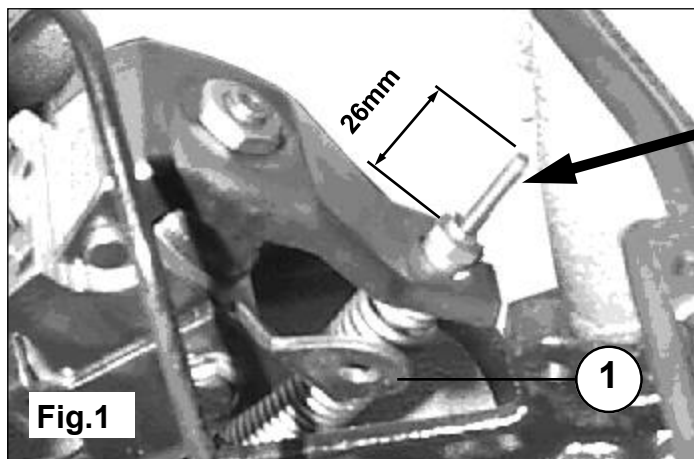

Fig.1
2. Voor auto's met verstelling d.m.v. een moer: stel af zodat **X=26mm**. Zie fig. 1. Voor auto's met verstelling d.m.v. een schuifstuk stel af zodat **X=20mm**. Zie Fig.2.
2. Für Fahrzeugen mit Einstellung mit Hilfe einer Mutter: Stellen Sie ein bis **X=26mm**. Siehe Fig. 1. Für Fahrzeugen mit Einstellung mit Hilfe einer Schiebepiece: Stellen Sie ein bis **X=20mm**. Siehe Fig. 2.
2. For cars with adjustment by a nut: adjust till **X=26mm**. See fig. 1. For cars with adjustment by a sliding piece: adjust till **X=20mm**. See fig. 2.
2. Pour les véhicules équipés d'un système de réglage au moyen d'un écrou: réglez de façon telle que **X=26 mm**. Cf. fig.1. Pour les véhicules équipés d'un système de réglage au moyen d'une pièce coulissante : réglez de façon telle que **X=20 mm**. Cf. fig.2.